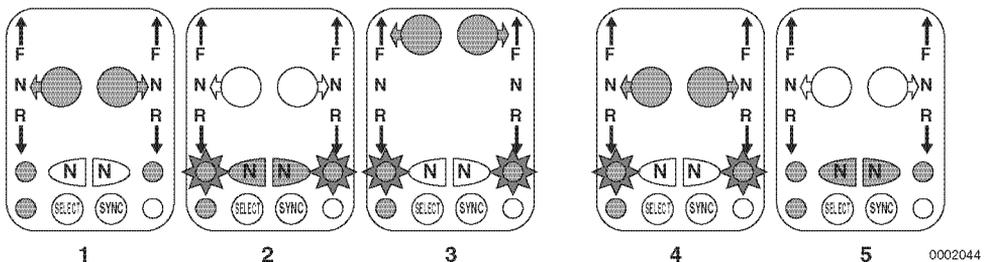

Abbildung 14
- Hebel in Neutralstellung bringen. Die Neutralleuchten leuchten kontinuierlich (**Abbildung 14, (1)**).
- Schalter **NEUTRAL**-Schalter (**Abbildung 14, (2)**). Die Neutralleuchten blinken (Stern um Leuchte(n) in (**Abbildung 14, (2)**)).
- Hebel auf Vorwärts- oder Rückwärtsgang schalten (**Abbildung 14, (3)**). Die Motordrehzahlregelung wird ohne Einkuppeln des Schiffsgetriebes aktiviert.
- Hebel in Neutralstellung bringen (**Abbildung 14, (4)**).
- Schalter **NEUTRAL** -Schalter (**Abbildung 14, (5)**). Die Neutralleuchten leuchten kontinuierlich (**Abbildung 14, (5)**).